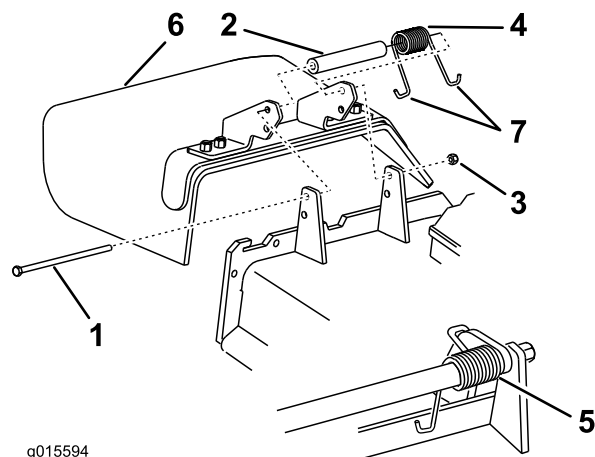

図 1
1. 側方排出用シュートを刈り込みデッキに固定しているロックナット、ボルト、スペーサ、スプリングを取り外す（図 1）。
2. 刈り込みデッキから側方排出用シュートを取り外す（図 1）。